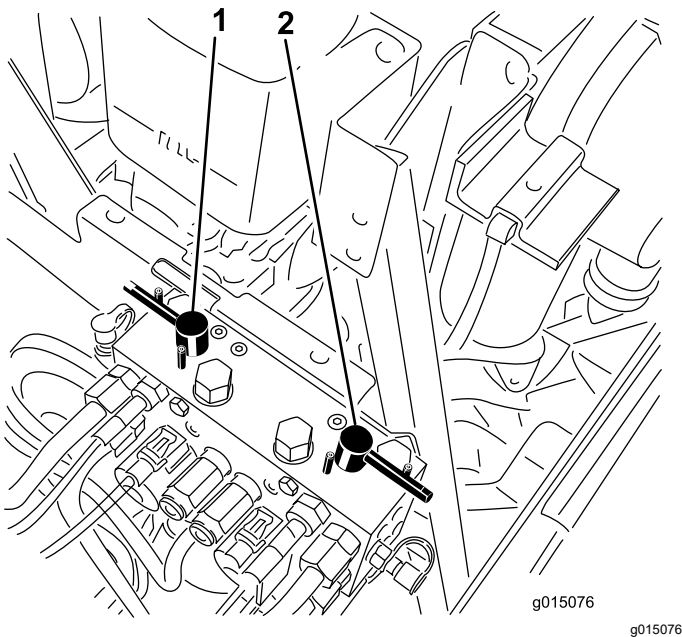

Figure 103
4. Sélectionnez les leviers de rodage avant, arrière ou les deux pour déterminer les unités qui doivent être rodées (Figure 103).